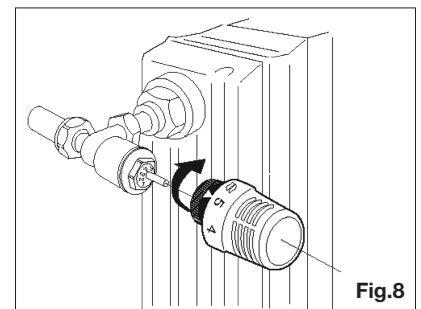

Fig.8
- 3) accostare al corpo valvola l'attuatore termostatico in posizione di completa apertura (**Pos.5**) e con l'indicatore di riferimento ben visibile (**Fig.8**);